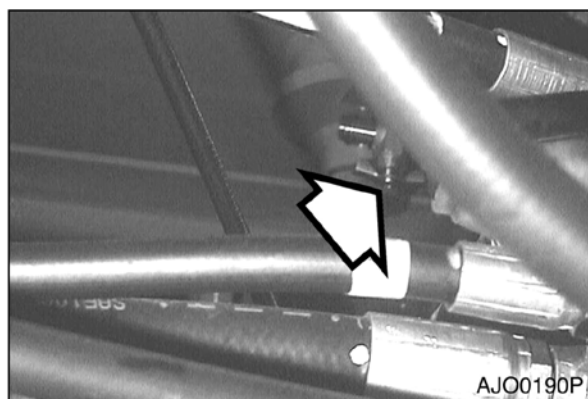

Рис. 49
2. Установите емкость под крышку сливного отверстия гидробака. Откройте сапун резервуара, см. рис. 13, стр. 4-13. Отверните сливной кран на дне резервуара (рис. 49). Слейте воду и осадок. Затяните сливной кран.